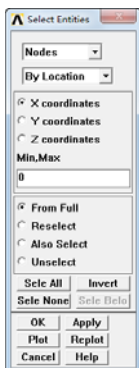
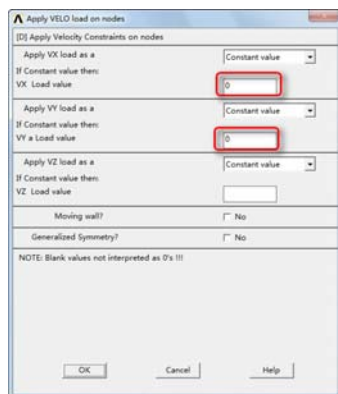
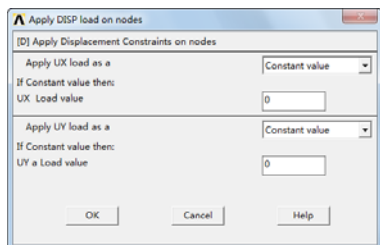

图 9-111 “Select Entities”对话框
图 9-112 “Apply VELO load on Nodes”对话框
图 9-113 “Apply DISP load on nodes”对话框
②依次选择 Utility Menu→Select→Entities，会弹出“Select Entities”对话框。在第一个下拉框中选择“Nodes”，在第二个下拉框中选择“By Location”，在第三个单选框中选择“X coordinates”，在“Min, Max”输入框中输入 0，如图 9-111 所示，单击“OK”按钮关闭对话框。
③依次选择 Main Menu→Preprocessor→Loads→Define Loads→Apply→Fluid/CFD→Velocity→On Nodes，会弹出“Apply V on Nodes”对话框。单击“Pick All”按钮，会弹出“Apply VELO load on Nodes”对话框，如图 9-112 所示。
④“Apply VELO load on Nodes”对话框中，在“VX a Load value”输入框输入 0，在“VY a Load value”输入框输入 0，其余采用默认设置，单击“OK”按钮关闭该对话框。
⑤依次选择 Main Menu→Preprocessor→Loads→Define Loads→Apply→Fluid/CFD→Displacement→On Nodes，会弹出“Apply U on Nodes”对话框，单击“Pick All”按钮，会弹出“Apply DISP load on nodes”对话框，如图 9-113 所示。
⑥“Apply DISP load on nodes”对话框中，在“UX a Load value”输入框输入 0，在“UY a Load value”输入框输入 0，其余采用默认设置，单击“OK”按钮关闭该对话框。
⑦依次选择 Utility Menu→Select→Entities，会弹出“Select Entities”对话框，如图 9-111 所示，在第一个下拉框中选择“Nodes”，在第二个下拉框中选择“By Location”，在第三个单选框中选择“X coordinates”，在“Min, Max”输入框中输入 L3（或 60），单击“OK”按钮关闭对话框。
⑨依次选择 Main Menu→Preprocessor→Loads→Define Loads→Apply→Fluid/CFD→Displacement→On Nodes，会弹出“Apply U on Nodes”对话框，单击“Pick All”按钮，会弹出“Apply DISP load on nodes”对话框，如图 9-113 所示。
⑩“Apply DISP load on nodes”对话框中，在“UX a Load value”输入框输入 0，在“UY a Load value”输入框输入 0，其余采用默认设置，单击“OK”按钮关闭该对话框。
⑪依次选择 Utility Menu→Select→Entities，会弹出“Select Entities”对话框，如图 9-111 所示，在第一个下拉框中选择“Nodes”，在第二个下拉框中选择“By Location”，在第三个单选框中选择“Y coordinates”，在“Min, Max”输入框中输入 0，单击“OK”按钮关闭对话框。
⑫依次选择 Main Menu→Preprocessor→Loads→Define Loads→Apply→Fluid/CFD→Velocity→On Nodes，会弹出“Apply V on Nodes”对话框。单击“Pick All”按钮，会弹
出“Apply VELO load on Nodes”对话框，如图 9-112 所示。
⑬ “Apply VELO load on Nodes”对话框中，在“VY a Load value”输入框输入 0，单击“OK”按钮关闭该对话框。
⑭ 依次选择 Main Menu→Preprocessor→Loads→Define Loads→Apply→Fluid/CFD→Displacement→On Nodes，会弹出“Apply U on Nodes”对话框，单击“Pick All”按钮，会弹出“Apply DISP load on nodes”对话框，如图 9-113 所示。
⑮ “Apply DISP load on nodes”对话框中，在 UX a Load value 输入框输入 0，在“UY a Load value”输入框输入 0，其余采用默认设置，单击“OK”按钮关闭该对话框。
⑯ 依次选择 Utility Menu→Select→Entities，会弹出“Select Entities”对话框，如图 9-111 所示，在第一个下拉框中选择“Nodes”，在第二个下拉框中选择“By Location”，在第三个单选框中选择“Y coordinates”，在“Min, Max”输入框中输入 h，单击“OK”按钮关闭对话框。
⑰ 依次选择 Main Menu→Preprocessor→Loads→Define Loads→Apply→Fluid/CFD→Velocity→On Nodes，会弹出“Apply V on Nodes”对话框。单击“Pick All”按钮，会弹出“Apply VELO load on Nodes”对话框，如图 9-112 所示。
⑱ “Apply VELO load on Nodes”对话框中，在“VY a Load value”输入框输入 0，单击“OK”按钮关闭该对话框。
⑲ 依次选择 Main Menu→Preprocessor→Loads→Define Loads→Apply→Fluid/CFD→Displacement→On Nodes，会弹出“Apply U on Nodes”对话框，单击“Pick All”按钮，会弹出“Apply DISP load on nodes”对话框，如图 9-113 所示。
⑳ “Apply DISP load on nodes”对话框中，在“UX a Load value”输入框输入 0，在“UY a Load value”输入框输入 0，其余采用默认设置，单击“OK”按钮关闭该对话框。
㉓ 依次选择 Main Menu→Preprocessor→Loads→Define Loads→Apply→Fluid/CFD→Displacement→On Nodes，会弹出“Apply U on Nodes”对话框，单击“Pick All”按钮，会弹出“Apply DISP load on nodes”对话框，如图 9-113 所示。
26 依次选择 Main Menu→Preprocessor→Loads→Define Loads→Apply→Fluid/CFD→Velocity→On Nodes，会弹出“Apply V on Nodes”对话框。单击“Pick All”按钮，会弹出“Apply VELO load on Nodes”对话框，如图 9-112 所示。